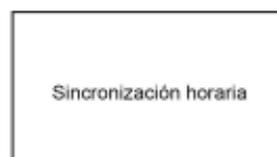

Figura 6 Interfaz de Sincronización horaria
- 1) Acceder a la interfaz “Sincronización horaria...” (como en la Figura 6).